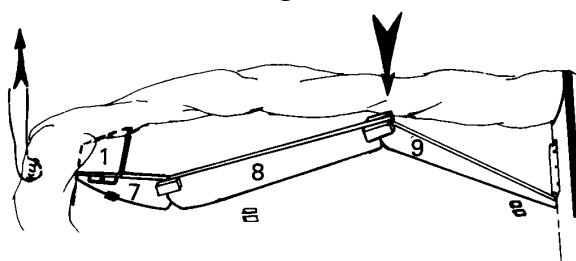
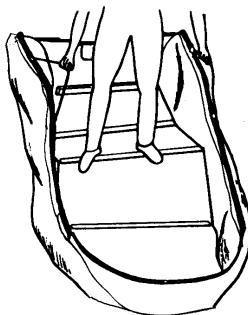

fig 3
fig 6
6. **Introducir** la pieza (2) en la pieza (1) y la pieza (3) en la (2), a continuación la pieza (6) en la cuña trasera (10), [fig.6]. Poner en forma de "techo" las piezas (4) y (5), [fig.3]. Nota: verificar la correcta posición de la quilla en sus guías.